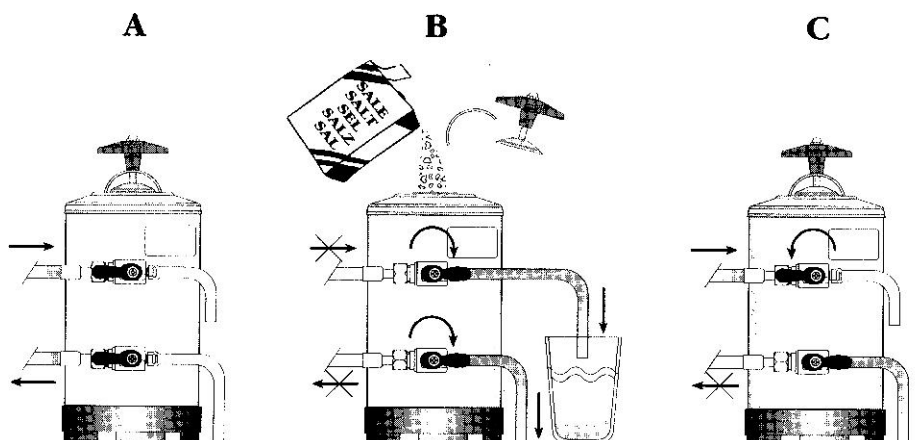

Рис. 3
• Порядок регенерации (рис. 3)